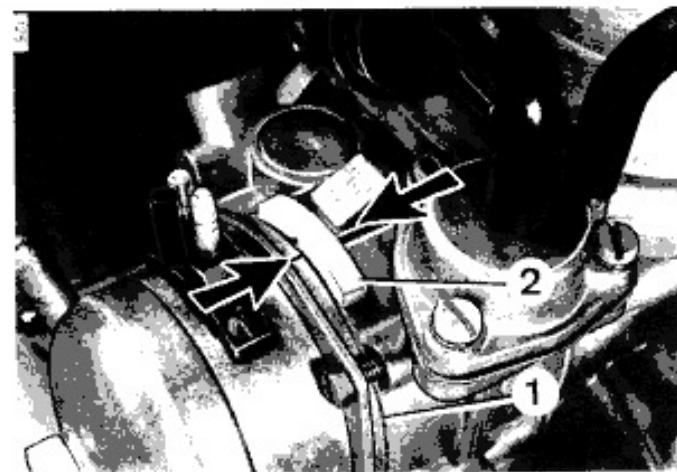

Рис. 4
- Удалить предохранительную крышку с пускового устройства (1) и предохранительный колпачок с регулировочного винта (2) (Рис. 4)
- Установить предохранительный колпачок на регулировочный винт (2) (Рис. 4).
### 4. МАРКИРОВКА КРЫШКИ ПУСКОВОГО УСТРОЙСТВА (Рис. 4)